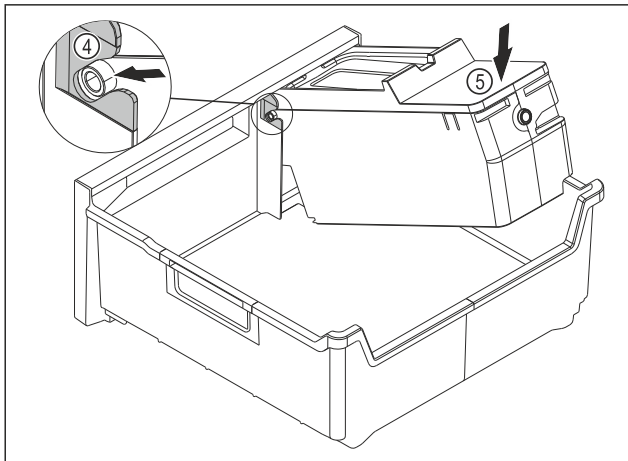

Fig. 176
- ▶ EasyTwist-Ice-Korpus montieren: Achsen des EasyTwist-Ice-Korpus in die Führungen Fig. 176 (4) einschieben.
- ▶ EasyTwist-Ice-Korpus Fig. 176 (5) hinten nach unten drücken.